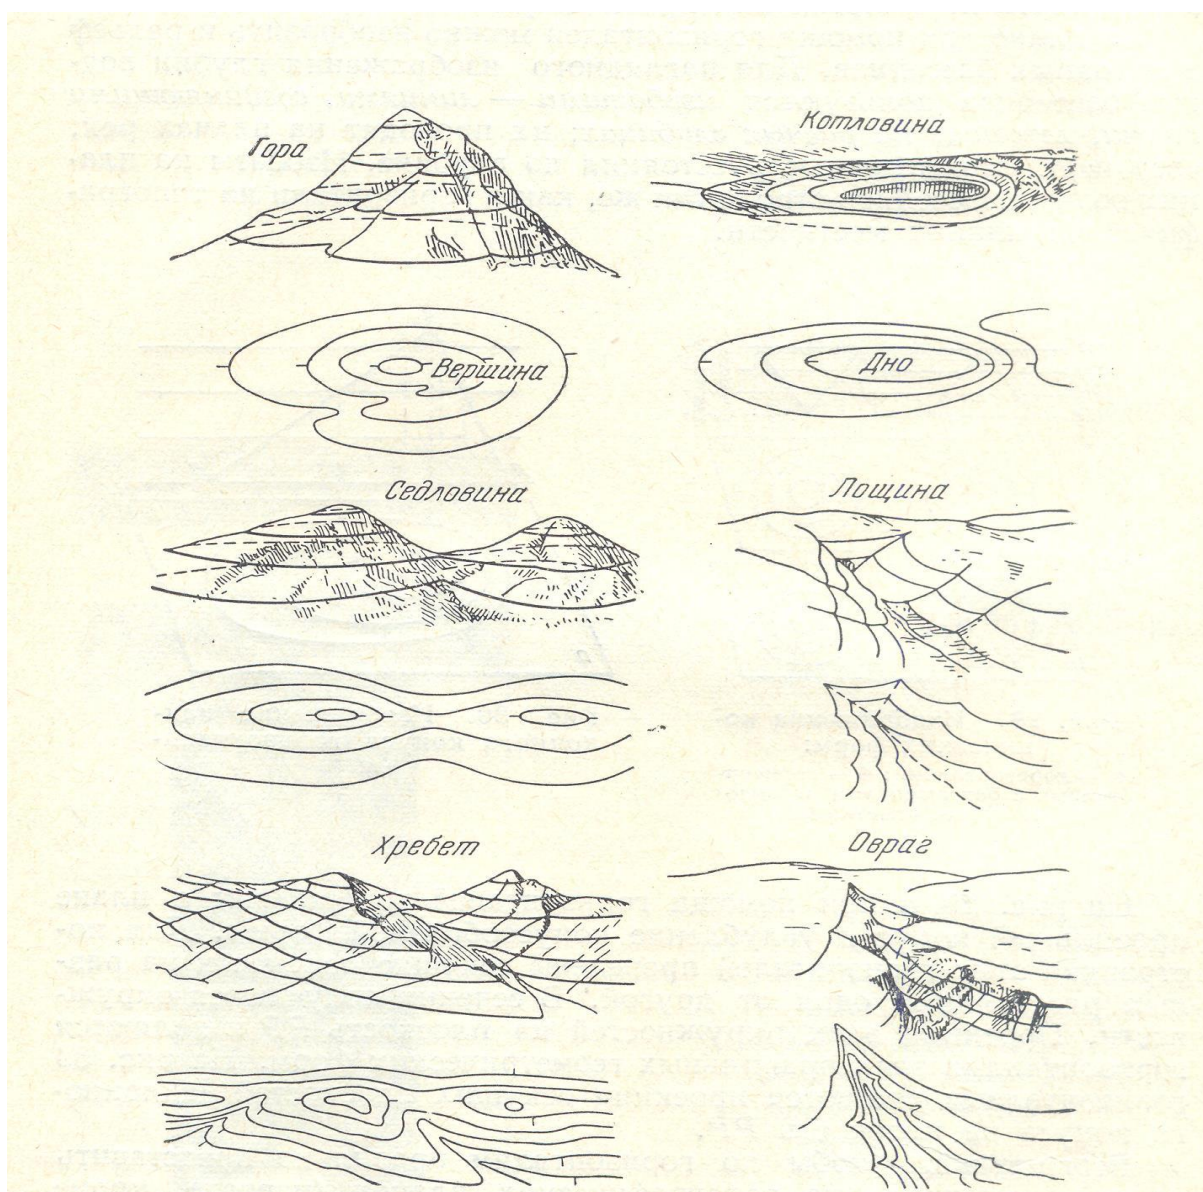

Рисунок 1 – Формы рельефа
1. Найдите на карте формы рельефа: гора, хребет, седловина, котловина, лощина, долина, обрыв, овраг (рис. 1).